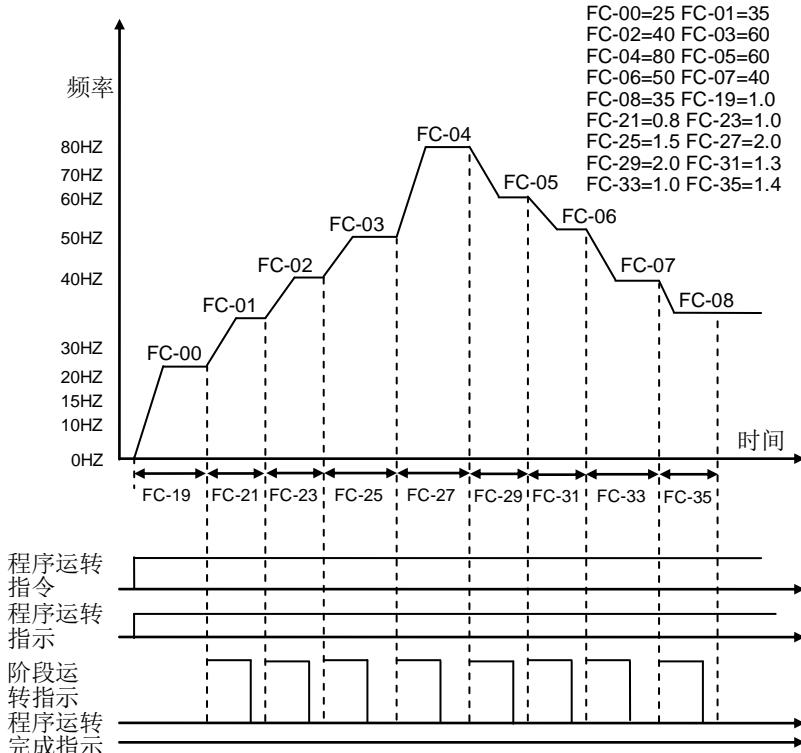

图 6-43A
- 动作说明：如图 6-43A 所示，当 F0-02=1、FC-16=1、FC-17=9、FC-18=N 时，变频器从第一段频率（FC-00）开始运行，直到运行最后一段频率（FC-08），且一直运行最后一段频率，当接收到停止命令时停止运行。